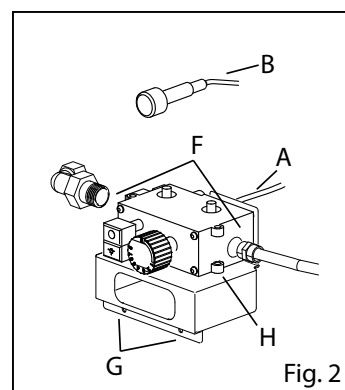
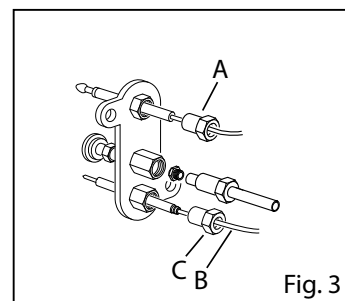

Fig. 2
Fig. 3
- ouvrir le robinet d'interception en amont de l'équipement (Fig. 2) ;
- Remonter la vis avec rondelle d'étanchéité gaz dans l'emplacement, ouvrir le robinet d'interception en amont de l'équipement (Fig. 2) et vérifier en allumant le brûleur qu'il n'y ait pas de pertes de gaz.
- Démontez la bougie si nécessaire afin d'éviter de l'endommager durant le remplacement de l'injecteur (Fig. 2).
- Dévisser l'injecteur de son emplacement (Fig. 3).
- Ôter le thermocouple de la vanne (Fig. 2/A) et du groupe pilote (Fig. 3/A)
- Débrancher le câble de haute tension de la bougie (Fig. 3/B)
- Dévisser l'écrou (Fig. 3/C)
- Raccorder le câble de haute tension (Fig. 3/B)
- Débrancher le câble de l'allumeur piézoélectrique (Fig. 2/B)
- Dévisser le thermocouple et les raccordements entrée/sortie du gaz (Fig. 2/F).
- Dévisser le support et la vanne (Fig. 2/G).
- Ôter le support de la vanne (Fig. 2/H).